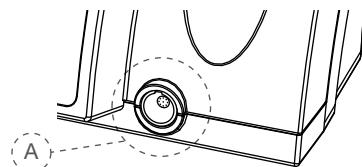

Fig. 2: Conexão na parte frontal
5. Introduza o conector do cabo do micromotor na tomada (Fig. 2, A) na parte frontal da unidade de comando.
Esta tomada (Fig. 2, A) é do tipo normal de encaixar. Oriente o ponto vermelho do conector para cima, de modo a ficar corretamente alinhado com o encaixe na tomada. O conector não é para ser enrolado na tomada. Para desligar, puxe pelo conector na extremidade metálica do cabo. Não tente rodar o conector.